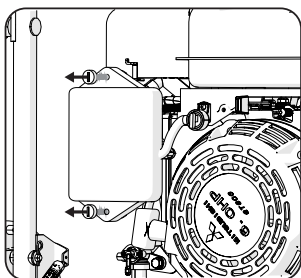

**Fig. 20**
- Usando una chiave per candele e una chiave a T (in dotazione), rimuovere la candela. (Fig. 20)